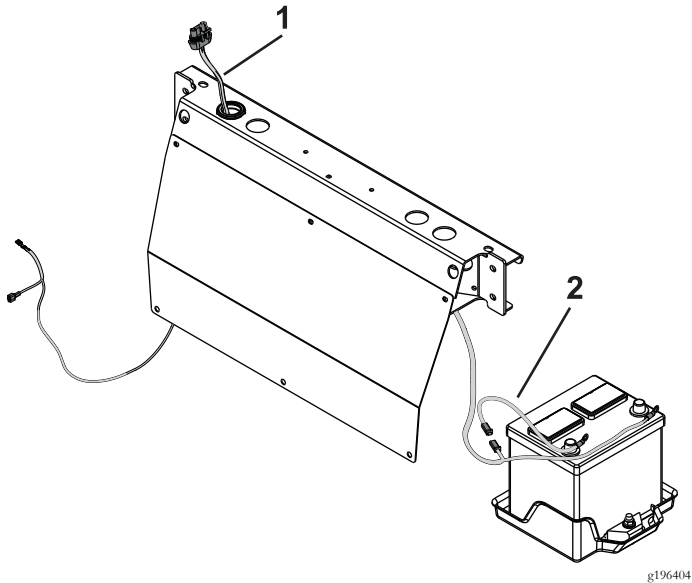

Bild 41
1. Verlegen Sie den Kabelbaum, wie in Bild 41 abgebildet.
2. Schließen Sie das durch Schmelzsicherung geschützte Verbindungsteil am Kabelbaum an (Bild 41).